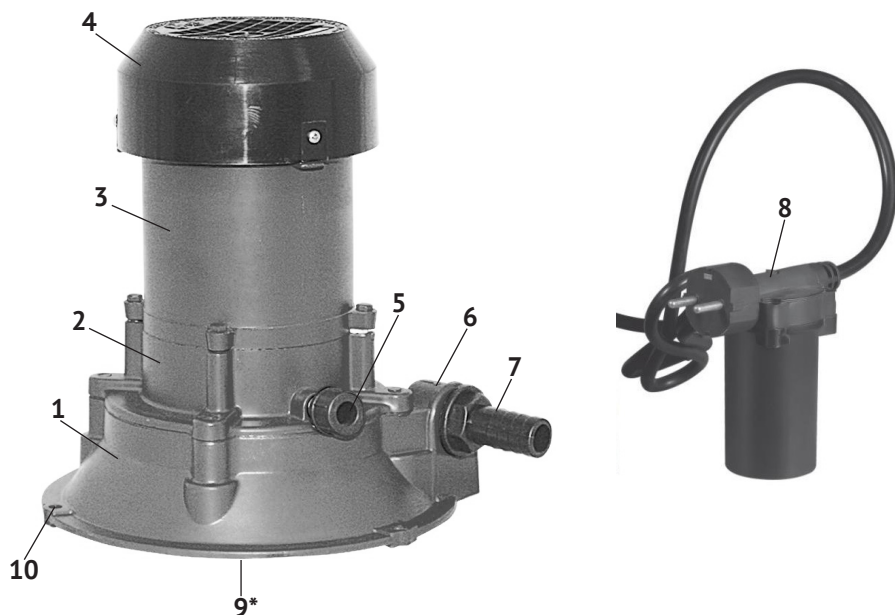

рис.1
1.2 Насос – гидравлическая машина, преобразующая механическую энергию приводного двигателя в энергию жидкости, обеспечивающую её движение. Привод насоса осуществляется однофазным асинхронным двигателем переменного тока (рис.1 поз.3). На якорь двигателя крепится рабочее колесо (крыльчатка) насоса, расположенное в металлическом корпусе (рис.1 поз.1). На корпусе насоса стрелкой указано направление вращения рабочего колеса. За счёт центробежной силы от рабочего колеса, вода создаёт в выходном патрубке (рис.1 поз.6) давление, необходимое для подъёма жидкости на нужную высоту. Давление у центра крыльчатки понижается и вода из всасывающей магистрали подаётся в насос.
Входное (всасывающее рис.1 поз.9) и выходное (нагнетающее рис.1 поз.6) отверстия имеют внутреннюю резьбу G $\frac{3}{4}$ дюйма.
Насос включается в работу при подключении вилки с заземляющим контактом (рис.1 поз.8) к розетке питающей сети. На вилке смонтирована пластиковая коробка в которой находится конденсатор асинхронного двигателя.
Общий вид насоса представлен на рис.1
3.3 Установить насос на ровной, твёрдой поверхности, как можно ближе к месту забора воды. Для уменьшения вибрации, желательно закрепить корпус насоса в месте установки болтами/саморезами (в комплект поставки не входят), используя крепёжные отверстия (рис.1 поз.10). Устанавливать насос следует так, чтобы ротор располагался строго по вертикали. Любое другое положение значительно снизит его производительность (до 30%) и приведёт к сокращению срока службы.
- открыть вентиль В и открутить пробку-винт стравливания воздуха (рис.1 поз.5) на 2 – 3 оборота;
Для слива воды из насоса и напорной магистрали необходимо открутить пробку-винт (рис.1 поз.5).